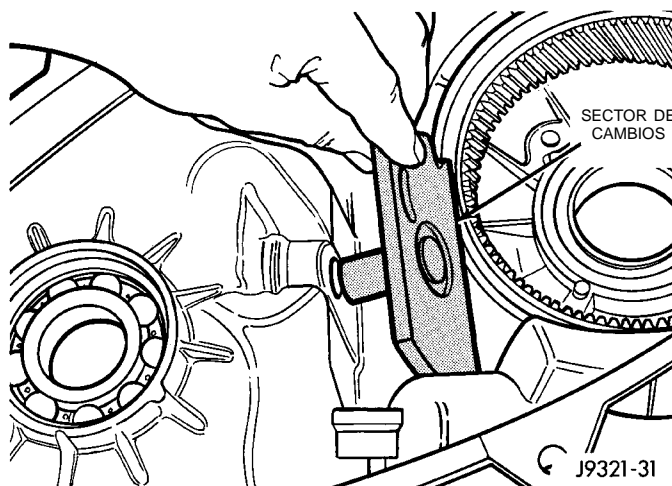

Fig. 60 Instalación del sector de cambios
- (2) Instale el sector de cambio (Fig. 60).